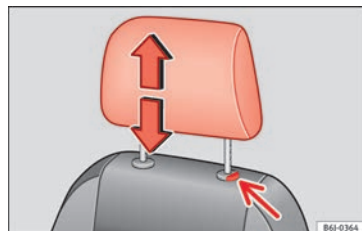

Fig. 99 Réglage ou démontage de l'appui-tête.
- Appuyez sur le bouton » fig. 99 (flèche).